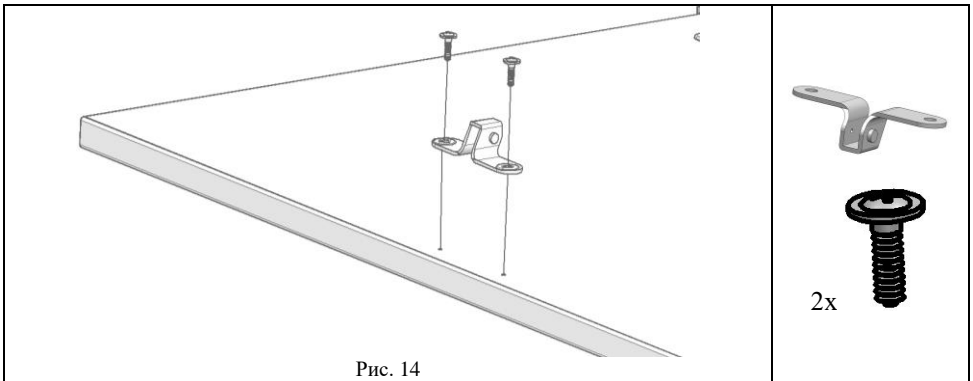

Рис. 14
5.5.2. К сборке по п. 5.5.1 прикрутить с помощью саморезов с прессшайбой (поз. 2, пакет № 161) кронштейн верхний (поз. 3, пакет №9а). См. рис. 14, 14а.
Рис. 14а